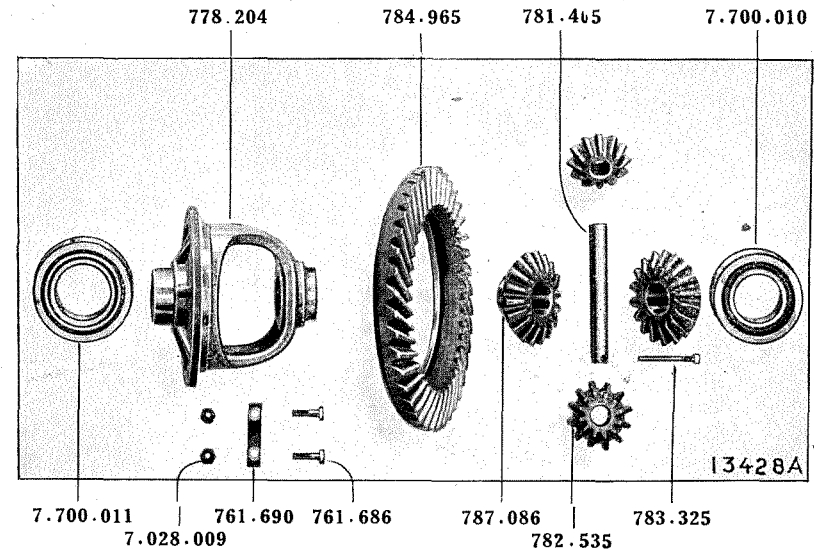

FIG. 5. — Mouvement de différentiel.
- X.784.965. — Roue de 41 dents (voir fig. 5, page 7). . . . . 1